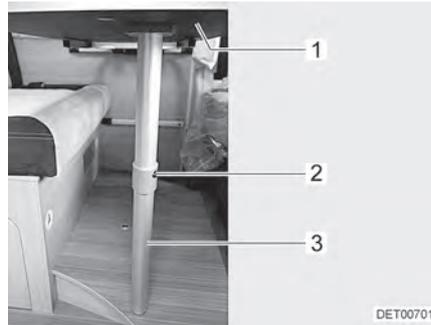

Fig. 59 Sommier de lit
- Soulever légèrement le plateau de table (Fig. 59,1) à l'avant.
- Appuyer sur le bouton de déverrouillage (Fig. 59,2) et rabattre la partie inférieure du pied de table à joint (Fig. 59,3) de 90°.